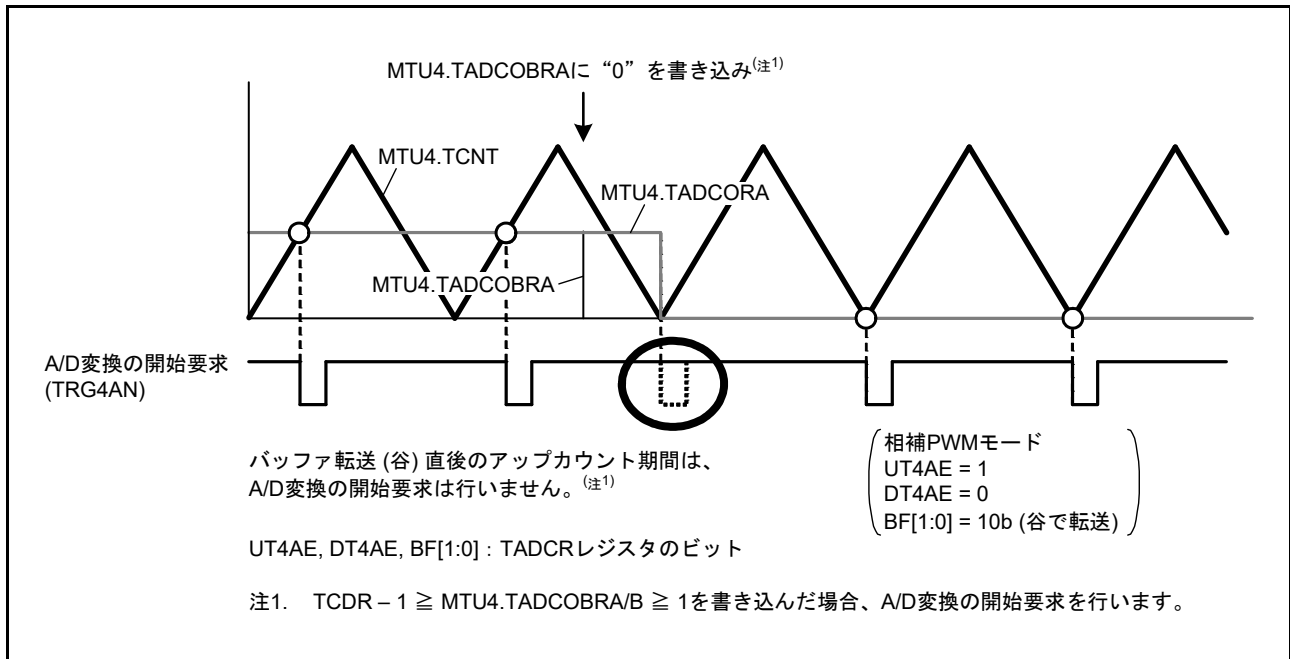

図 23.114 MTU4.TADCOBRAに“0”を書き込んだときのA/D変換の開始要求
- MTU4.TADCOBRA, MTU4.TADCOBRB レジスタに“0”、かつ、MTU4.TADCR レジスタの UT4AE, UT4BE ビットに“1”を設定して、MTU4.TCNT カウンタの谷でバッファ転送したとき、転送直後のアップカウント期間については A/D 変換の開始要求を行いません (図 23.114)。